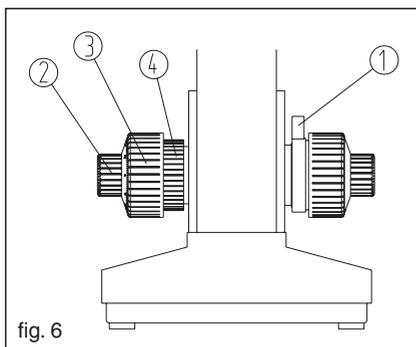

fig. 6
El instrumento utiliza un mecanismo coaxial de enfoque. El pomos regulable de tensión ④ se utiliza para regular la tensión del pomos del enfoque grueso ③ para evitar que la platina se deslice naturalmente. El sujetador pomos ① sirve para evitar que la muestra y el objetivo se puedan tocar. ② es el pomos de enfoque fino. (Fig.6)